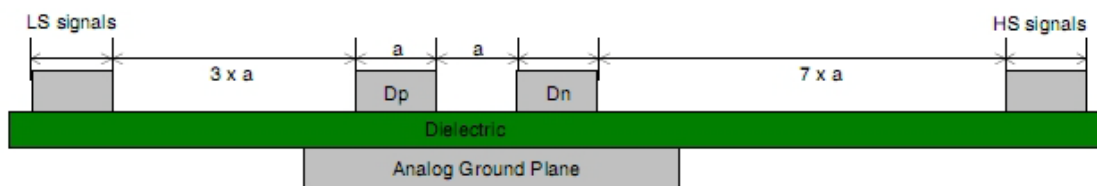

图 4-28 USB 走线间距要求
- USB走线与其他信号需保持至少3W以上的间距，如图4-28所示；